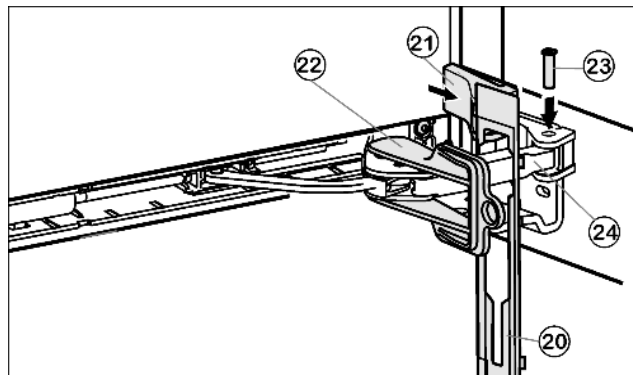

Fig. 16
- ▶ Krytku Fig. 16 (20) zavěste na třmenu tlumiče tak, že zajišťovací háčky ukazují dopředu a přední strana ke spotřebiči.
- ▶ Třmen tlumiče Fig. 16 (24) přitáhněte k ložiskovému dílu a čep Fig. 16 (23) vložte shora tak, aby čtyřhran seděl v prohlubni.
- ▶ Kryt Fig. 16 (21) nasadte a zaklesněte.
- ▶ Pojistku Fig. 16 (22) vytáhněte otočením.
- ▶ Krytku Fig. 16 (20) zatlačte do dveří.